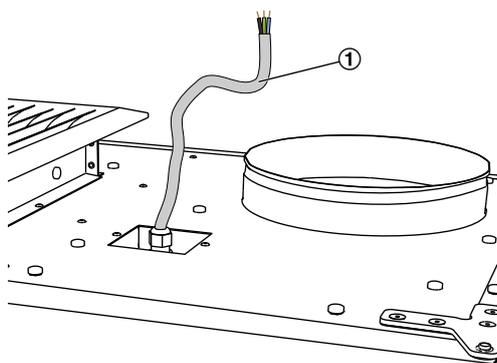

Abb. 22: Anschlussleitung Versorgungsspannung
1. ► Versorgungsspannung des Gerätes am Anschlusskabel ( Abb. 22 /1) anschließen.